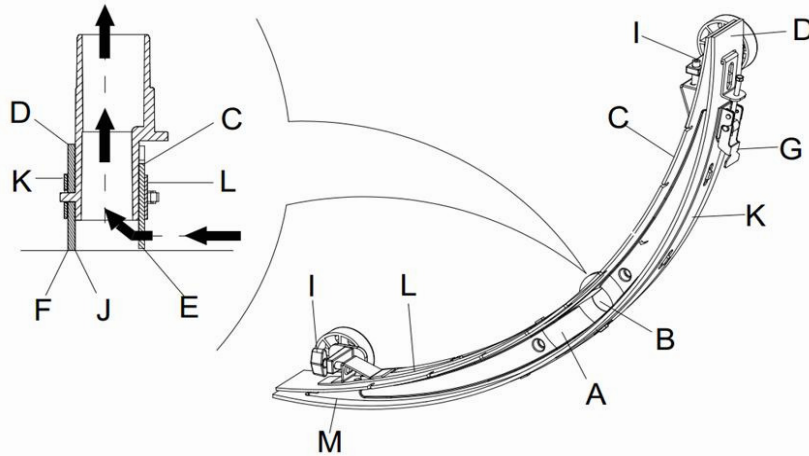

Figura 15
2. Apăsați comutatorul (41) la poziția "O" și opriți mașina.
3. Deșurubați mânerul fix (16) al mopului, decuplați conectorul ce leagă tubul de aspirare de mop și scoateți mopul.
4. Cu ajutorul mânerului mopului (14) ridicați mopul pe cadrul suport.
5. Curățați mopul (**Figura 15**). Curățați în mod special canelura (**A, Figura 15**) și murdăria și așchiile din tubul de aspirare. Verificați dacă partea din față a tălpii mopului (C) și partea din spate (D) sunt fisurate și dacă marginile sunt crăpate. Schimbați-le dacă este necesar (vedeți pașii din următoarea secțiune).
1. Aplicați operațiunile de curățare a mopului descrise în secțiunea anterioară (**Figura 15**)
2. Verificați marginea (**E, Figura 15**) tălpii din față a mopului (F) și marginea tălpii din spate (D). Pe toată lungimea, acestea trebuie să fie la același nivel. În caz contrar, ajustați-le înălțimea aplicând următoarea procedură.
- Desfaceți clema (G) pentru a separa talpa mopului (D) de cadrul (M) pentru ajustarea poziției mopului. După reglare, fixați clema din nou.
- Deșurubați șurubul de pe mânerul (I) pentru a ajusta talpa din față a mopului (C); după ajustare strângeți șurubul de pe mâner.
3. Verificați dacă talpa din față a mopului (C) și talpa din spate (D) este intactă și dacă sunt fisuri sau marginile sunt crăpate. Dacă e necesar, verificați-le în felul următor. Verificați marginea din față a tălpii din spate a mopului (J) pentru a vedea dacă e uzată. În caz de uzură, se poate instala cu partea de jos în sus (marginea de sus trebuie să fie intactă). Dacă și marginea de sus este uzată, schimbați-o conform procedurii de mai jos:
- Desfaceți clema (G) ca să separați talpa de cadrul (M), scoateți clema de prindere (K), și apoi schimbați sau inversați talpa din spate a mopului (D) cu susul în jos. Reinstalați talpa mopului efectuând operațiunile în ordine inversă.
- Deșurubați șurubul de pe mâner (I) și scoateți clema de prindere (L), apoi schimbați mopul din față (C).